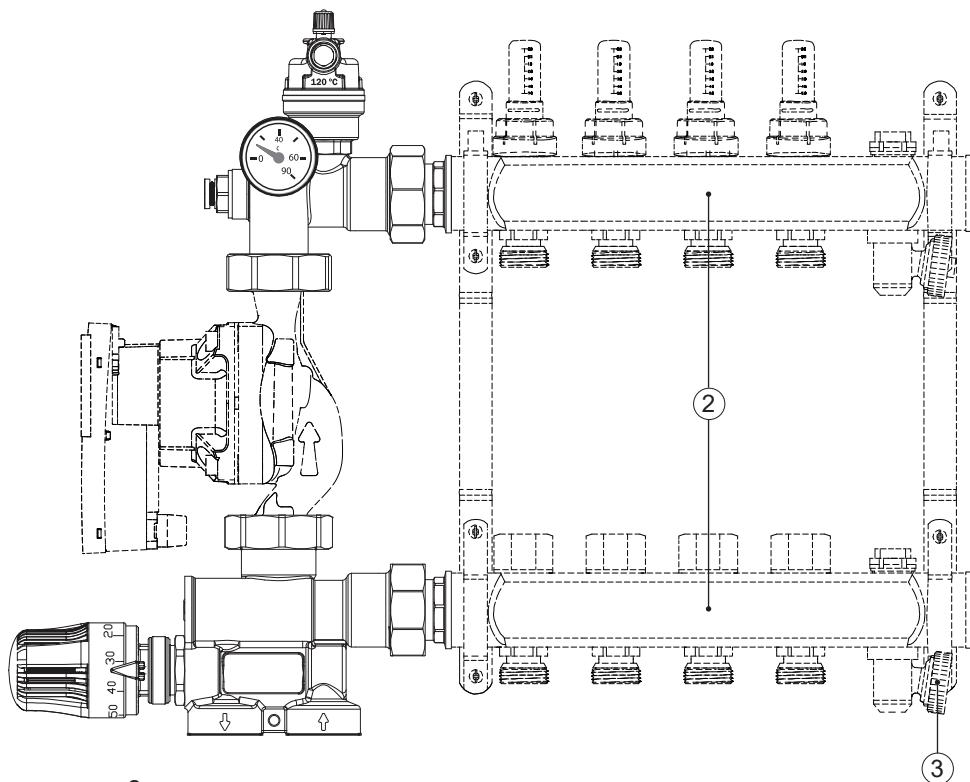

рис. 9
- закрыть все клапаны коллекторной группы (поз.2, рис.9);
- слить теплоноситель с помощью сливного клапана (поз.3, рис.9) обратной линии коллекторной группы;